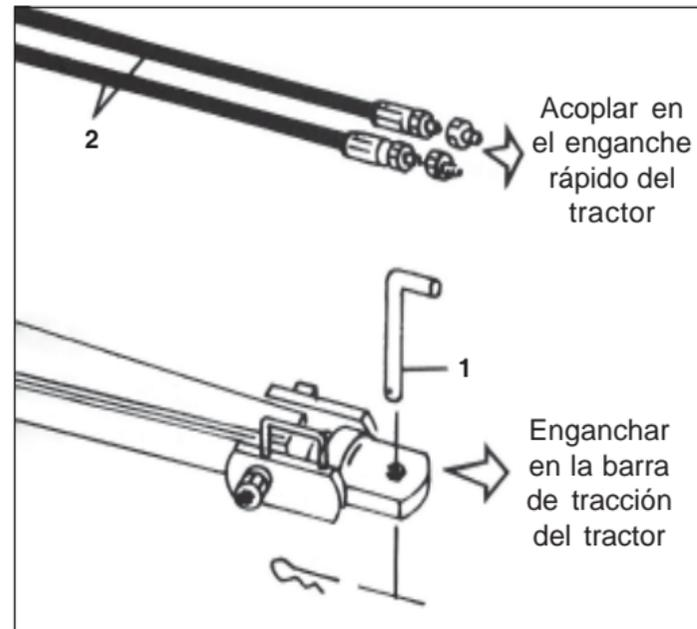

FIGURA 14
ENGANCHE DE LA GRADA EN LA BARRA DE TRACCIÓN DEL TRACTOR (FIGURA 14)
1 - Para enganchar la grada en la barra de tracción del tractor, se debe observar el alineamiento de los mismos, regular la altura exacta en el enganche de la grada y usar el pasador "L" de enganche item 1 **FIGURA 14**.